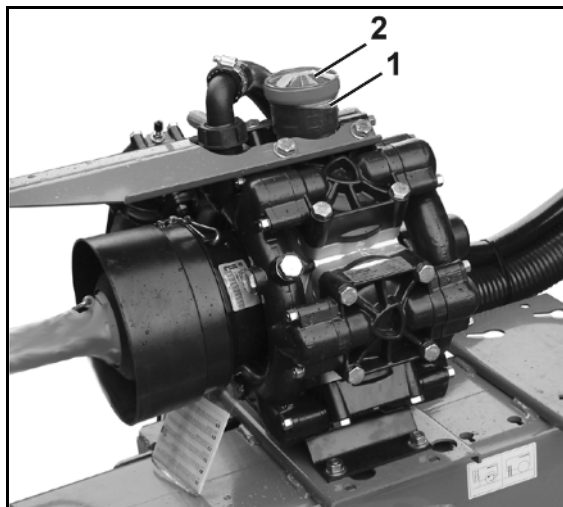

Fig. 189
1. Controllare se il livello dell'olio è visibile sulla marcatura (Fig. 189/1) a pompa non azionata e in posizione orizzontale.
2. Rimuovere il coperchio (Fig. 189/2) e rabboccare l'olio se il livello non è visibile sulla marcatura (Fig. 189/1).
2. Togliere il coperchio (Fig. 189/2).
5. Far girare l'albero di trasmissione alternativamente a destra e sinistra e riempire lentamente con olio nuovo. La quantità d'olio corretta è stata introdotta quando l'olio è visibile sulla marcatura (Fig. 189/1).